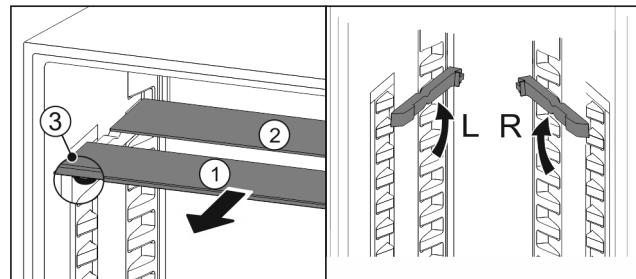

Fig. 81
- ▶ По одной извлеките Fig. 81 (1) стеклянные панели движением вперед.
- ▶ Стеклянная панель Fig. 81 (1) с декоративной планкой лежит спереди.
- ▶ Стопоры Fig. 81 (3) показывают вниз.